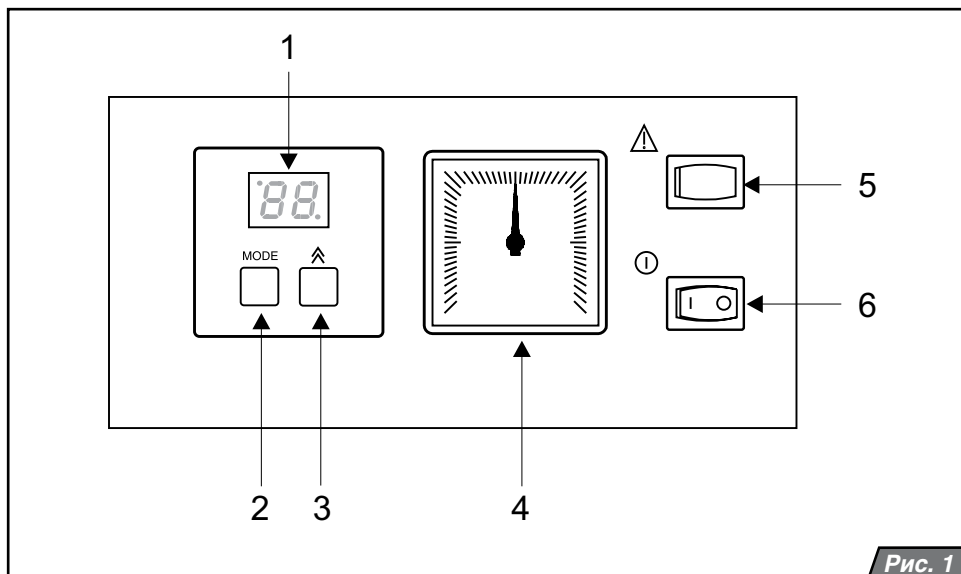

Рис. 1
Главный выключатель (рис.1, поз.6) предназначен для включения и выключения котла. Он располагается в правой части панели управления.
Описание элементов управления (рис. 1):
Давление в системе отопления постоянно отображается на манометре котла (рис.1, поз.4).
В случае если к котлу не был подключен датчик температуры воды в бойлере, нажмите кнопку MODE 1 раз (рис.1, поз.2). Если датчик
| F1 | Потеря пламени | Данная ошибка означает необратимое блокирование автоматики розжига и прекращение подачи газа через газовый клапан, т.е. ПОТЕРЮ ПЛАМЕНИ. Подобная блокировка может возникать в тех случаях, когда, находясь в режиме открытого газового клапана, автоматика зажигания не получает обратный сигнал о наличии пламени от ионизационного электрода. Котел отключится, и на дисплее высветится ошибка F1. Данная неисправность может быть вызвана также срабатыванием элементов безопасности – аварийного термостата или термостата продуктов сгорания. Низкое давление газа на входе, неправильное электрическое подключение (перепутаны местами фаза и ноль) также могут быть причиной потери пламени. Для снятия сбоя нажмите кнопку RESET (рис.1, поз.5). Если сбоя не удастся устранить с помощью кнопки RESET, обратитесь в сервисную организацию. |
4. давление в системе отопления находится в допустимых пределах 1 – 2 бара. Установите главный выключатель (рис. 1, поз. 6) в положение ВКЛЮЧЕНО (I). Котел включится и начнет работать в режиме ГВС (если бойлер подключен к котлу). После нагрева ГВС котел переключится на режим отопления (при условии, что режим отопления активен). В случае защитного отключения котла на дисплее панели управления появится сообщение о
неисправности (см. „Сообщения об ошибках“, стр.8). С помощью кнопки RESET (рис. 1, поз. 5) разблокируйте котел. Если, после включения, защитное отключение повторится, или невозможно будет произвести разблокировку котла, обратитесь в сервисную организацию.
При кратковременном отключении котла установите главный выключатель (рис. 1, поз. 6) в положение ВЫКЛЮЧЕНО (O). При выключении котла на длительный период необходимо отключить его от электрической сети и перекрыть подачу газа в котел. Если в зимний период котел не используется, то систему отопления необходимо опорожнить. Однако необходимо избегать частых сливов и подпиток системы отопления во избежание образования накипи и отложений внутри котла.